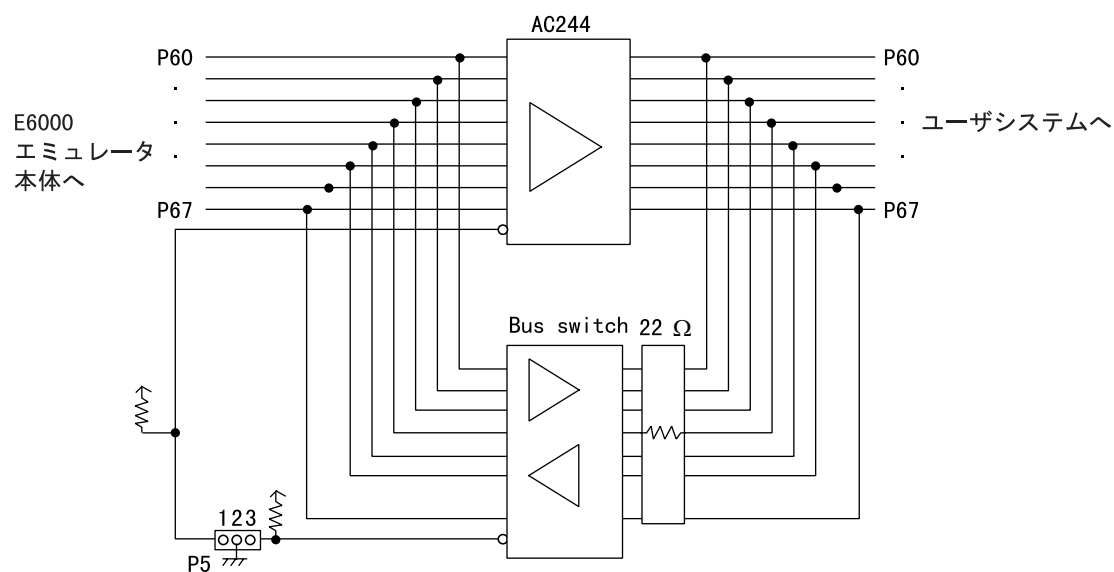

図 10 P60～P67 インタフェース回路
(4) P60～P67(CMOS 大電流ポート)はエミュレータでは通常ポート仕様になっています。本ユーザシステムインタフェースケーブルを使用した場合は、図 10 のように P5 のショートコネクタの設定により $I_{OL(max)}=10.0mA$ を供給することができます。このとき P60～P67 の全てのポートは出力になるので注意してください。